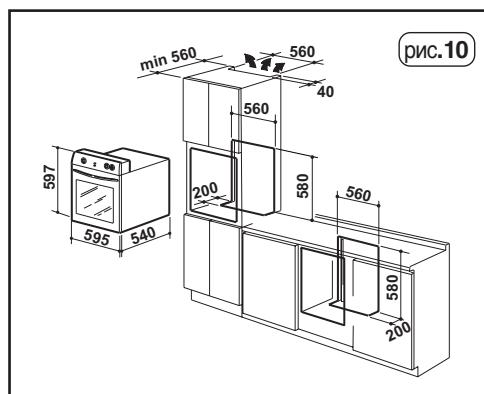

рис.10
- Подготовьте соответствующее по размеру отверстие для встраивания, обеспечивающее надлежащую вентиляцию, как показано на рис. 10. При установке духовки в колонке, в соответствии с нормами безопасности, для предотвращения случайного контакта с сильно нагревающимся днищем должна быть предусмотрена защита. Защита может быть снята только при помощи инструментов.